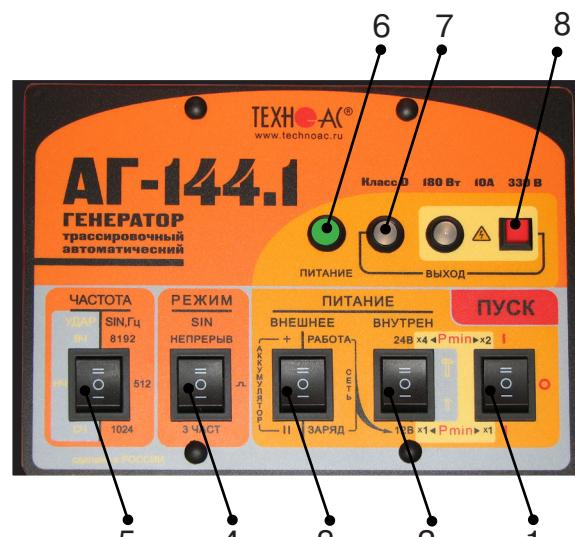

рис. 2.3
Включить питание клавишой включения питания поз.1 **рис.2.3** в одно из положений «I», в зависимости от выбранной мощности. При свечении индикатора «Питание» поз.6 желтым цветом следует зарядить внутренние аккумуляторы, свечение зеленым цветом - можно приступать к работе.
1) Открыть крышку. Выбрать переключателем «ЧАСТОТА» поз. 5 **рис.2.3** необходимую частоту синусоидальной генерации (512 / 1024 / 8192Гц).
2) Выбрать переключателем «РЕЖИМ SIN» поз. 4 **рис.2.3** необходимый вид синусоидальной генерации (непрерыв/ /3част).
Переключатель поз.3 **рис.2.3** установить в положение «работа».
Переключателем напряжения внутреннего питания поз.2. **рис.2.3** установить первый коэффициент выбора мощности генерации.
4) Включить питание клавишей включения питания поз.1 **рис.2.3** в положение соответствующее второму коэффициенту выбора мощности
5) Начнется генерация и автосогласование с постепенным возрастанием напряжения на выходе. Здесь следует наблюдать за цветом индикатора «ВЫХОД» поз.7 **рис.2.3**. Если автосогласование закончилось зеленым свечением – заданная мощность достигнута.
Для запуска «неограниченного» режима следует включить питание (переключателем «ПУСК») при нажатой красной кнопке поз.8 **рис.2.3** и удерживать ее до засвечивания красного индикатора «». Мигание этого индикатора обозначает потенциальную «опасность». Непрерывное свечение обозначает реальное наличие на выходе напряжения ≥ 40 В.
- 1) Выключить питание генератора клавишей включения питания поз.1 **рис.2.3**, установив ее в положение «0».